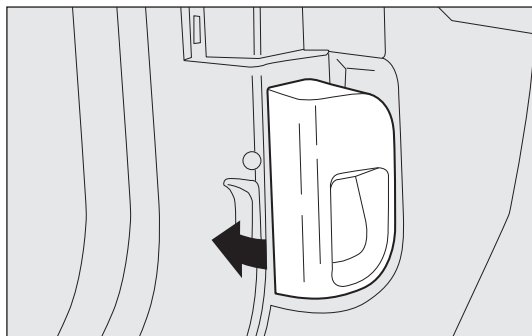

fig. 83
- ☐ tirer la manette fig. 83 dans le sens indiqué par la flèche ;